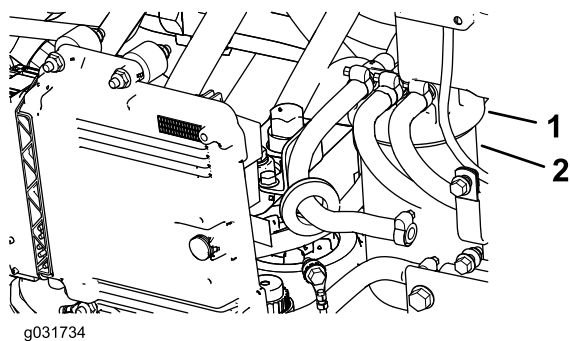

Figure 101
1. Nettoyez la surface autour de la tête du filtre à carburant (Figure 101).
2. Déposez le filtre et nettoyez la surface de montage de la tête du filtre (Figure 101).